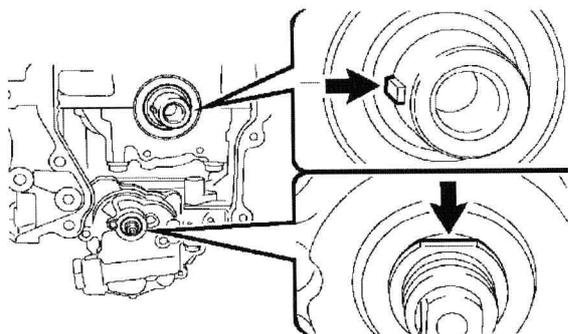

图 1-23 转动驱动轴，使缺口朝上
(1) 将曲轴键置于左侧水平位置。
(2) 转动驱动轴，使缺口朝上，如图 1-23 所示。